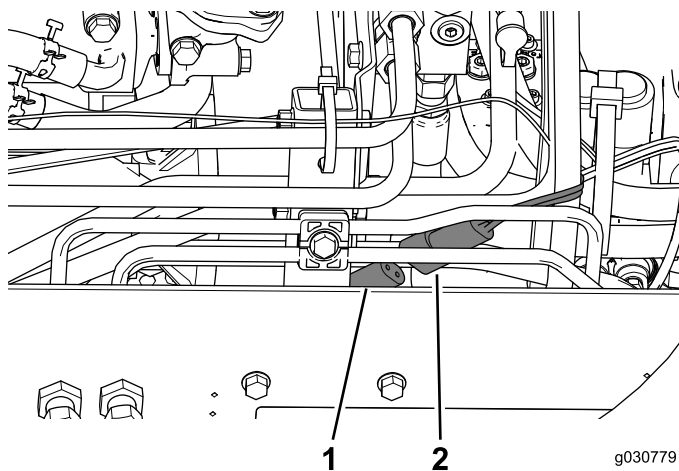

Figura 48
2. Collegate il connettore di alimentazione della cabina al connettore sul lato destro della macchina (Figura 48).